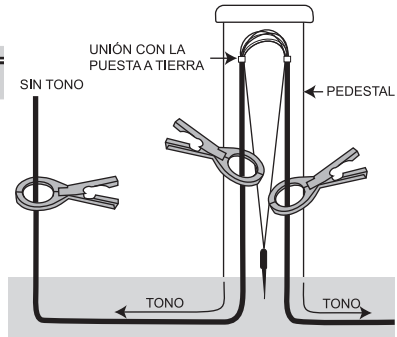

Fig. 10. Puntos de acoplamiento
Aplicar el acoplador arriba de la unión "bloqueará" eficazmente el tono evitando que se transmita más allá del punto de puesta a tierra. (Consulte la Fig. 10) Al colocar la pinza estratégicamente en la dirección del transmisor, se puede controlar el tono.
- 3. Acoplamiento cerca del final:** Para proporcionar un tono desde el final de un cable, se debe unir o conectar a tierra el extremo del cable. (Consulte la Fig. 10)